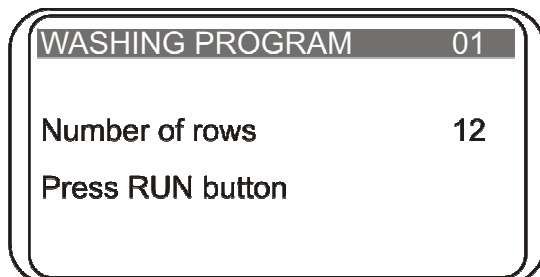

Abb. 5. Abwaschbare Reihenummer voreinstellen
- 4.12. Falls das Waschen von weniger als 12 Reihen auf einer Platte gewünscht ist, drücken Sie vor dem Start die Taste **Rows** (Reihen). Folgende Meldung erscheint auf dem Display (Abb. 5).